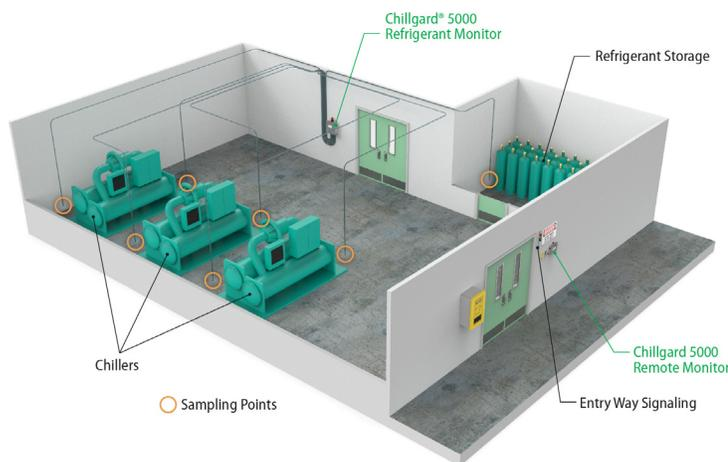
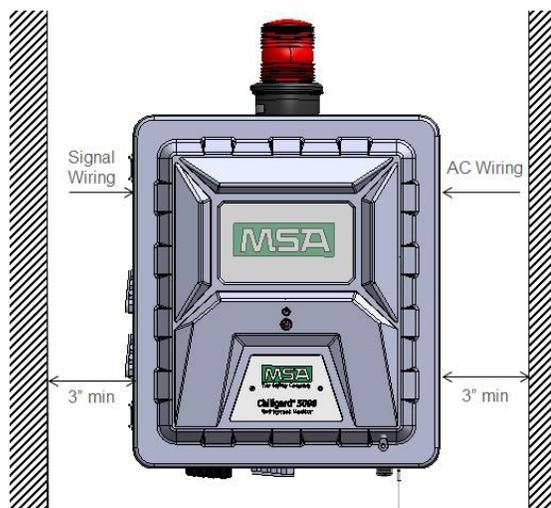

Fig. 7 Lugar de montaje para gases refrigerantes
Fig. 9 Frente del instrumento
- Aproximadamente 5 pies (1.5 m) por encima del suelo (Fig. 7, Fig. 9).
- Dejando por lo menos 3 pulg. (7.62 cm) de espacio en todos sus lados para asegurar condiciones adecuadas de ventilación, calibración y servicio. Asegúrese de que haya suficiente espacio para conectar el cableado externo y el conducto de la línea de muestreo (Fig. 9).